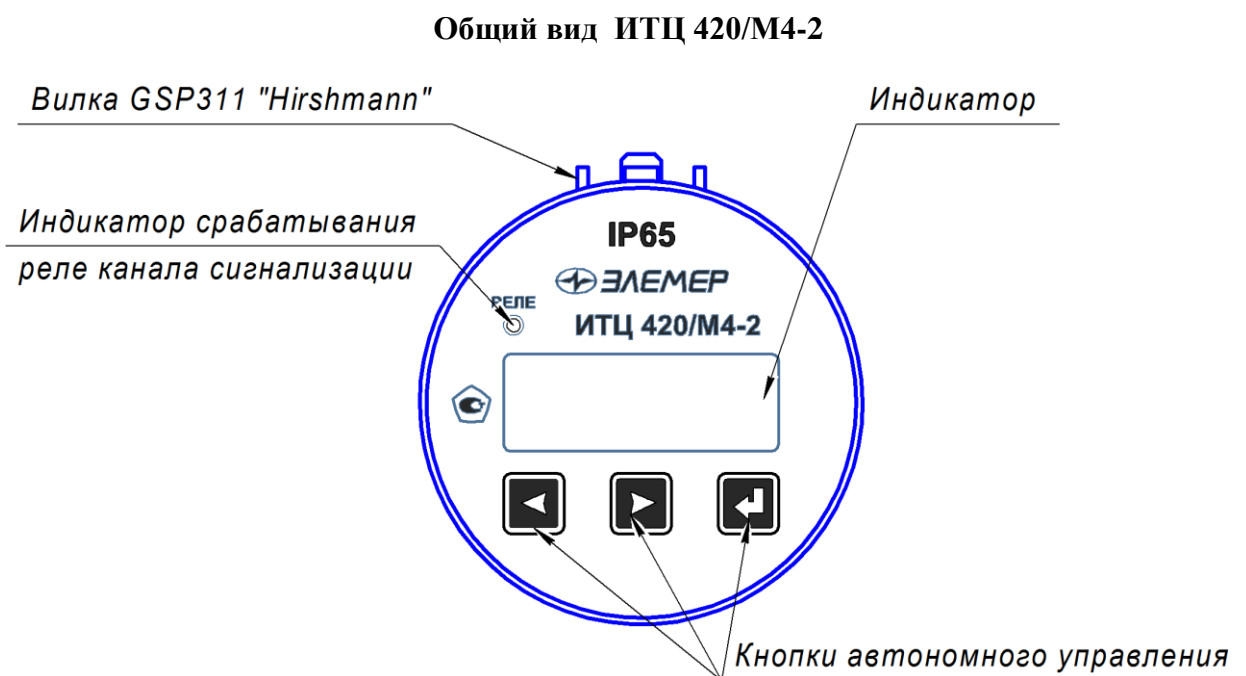

Рисунок 2.1
2.4.3. На передней панели ИТЦ (рисунок 2.1) расположены: